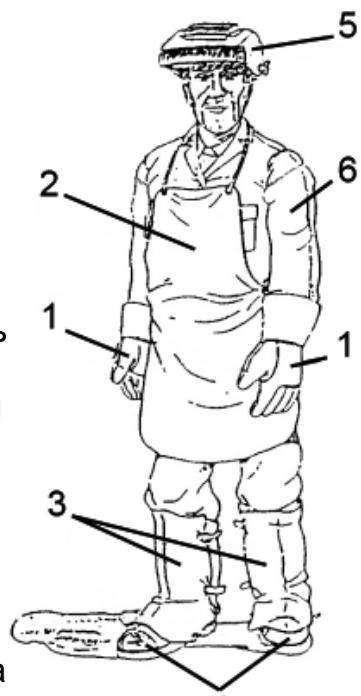

Рис.1
- Операторы и помощники должны защищать тело с помощью защитных закрытых негорючих костюмов, без карманов или отворотов. На одежде не должно быть никаких следов масла или густой смазки. Использовать одежду только с маркировкой CE, пригодной для дуговой сварки (рис. 1):